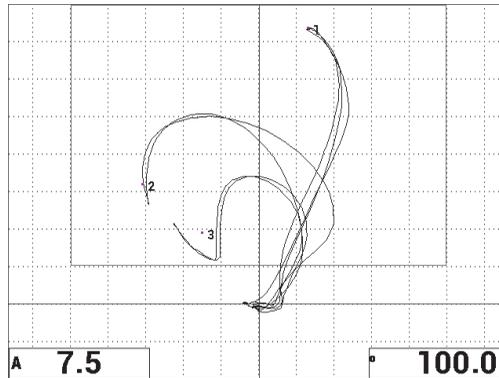

Abbildung 6-52 Erneuter Scan über die Ablösungen
14. Drücken Sie auf die Taste FULL NEXT () , um den Vollbildschirm anzuzeigen und scannen Sie langsam über die Ablösungen und stellen Sie sicher, dass die Punkte weiterhin zum Signal passen (siehe Abbildung 6-52 auf Seite 173).